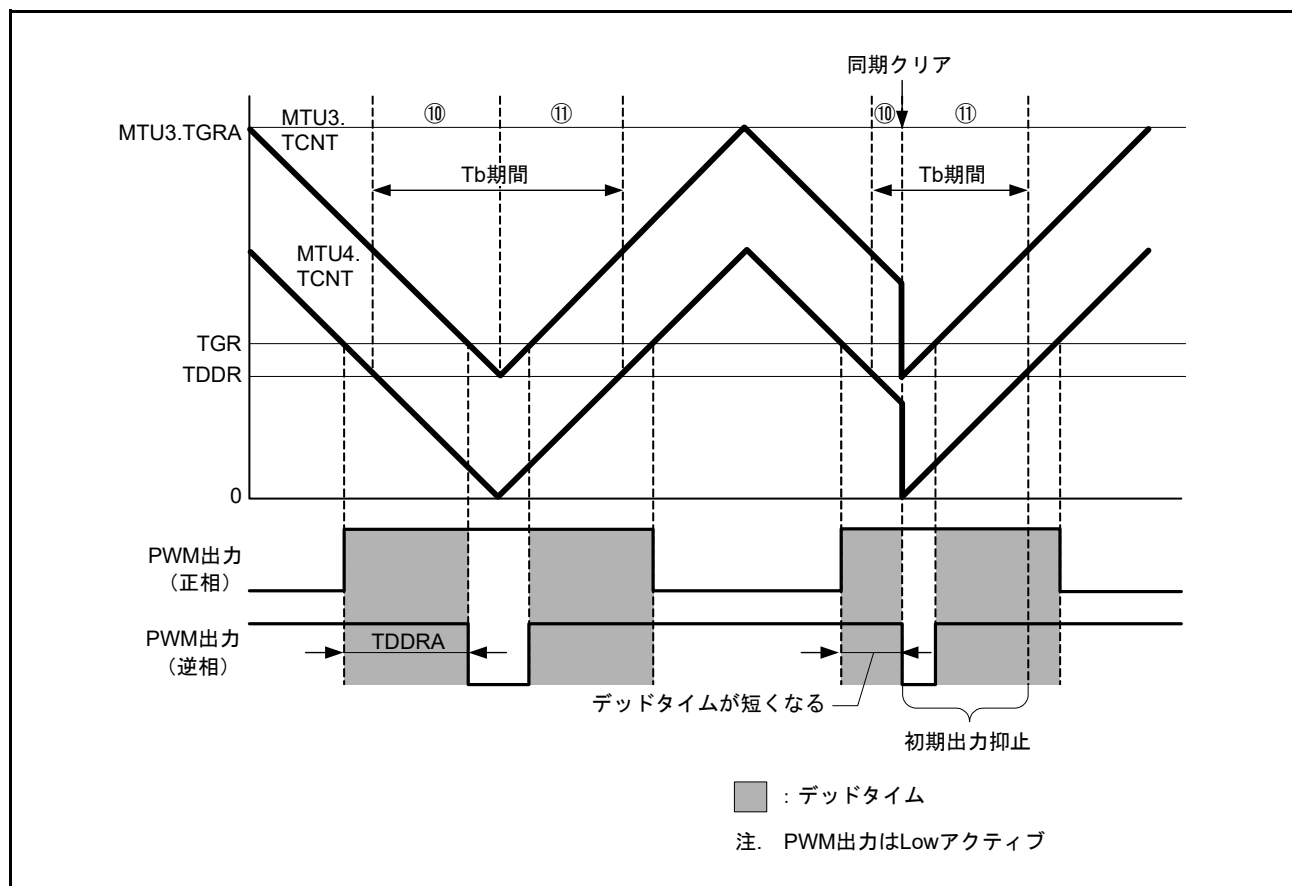

図 24.149 同期クリア例 (条件 1 の場合)
条件 1 初期出力の抑止期間⑩にて、PWM 出力がデッドタイム期間中に、同期クリアした場合 (図 24.149 参照)